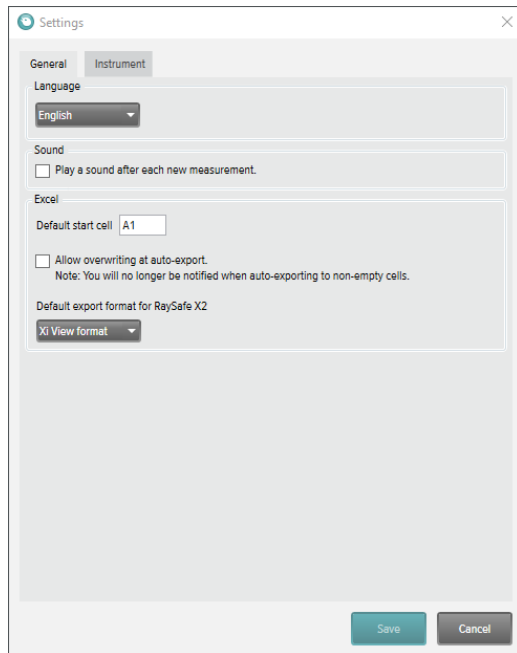

図 13. 設定ウィンドウ、全般タブ
**ヒント!** RaySafe X2のデフォルトのエクスポートフォーマットは、[設定] (15ページ、図13) で変更できます。